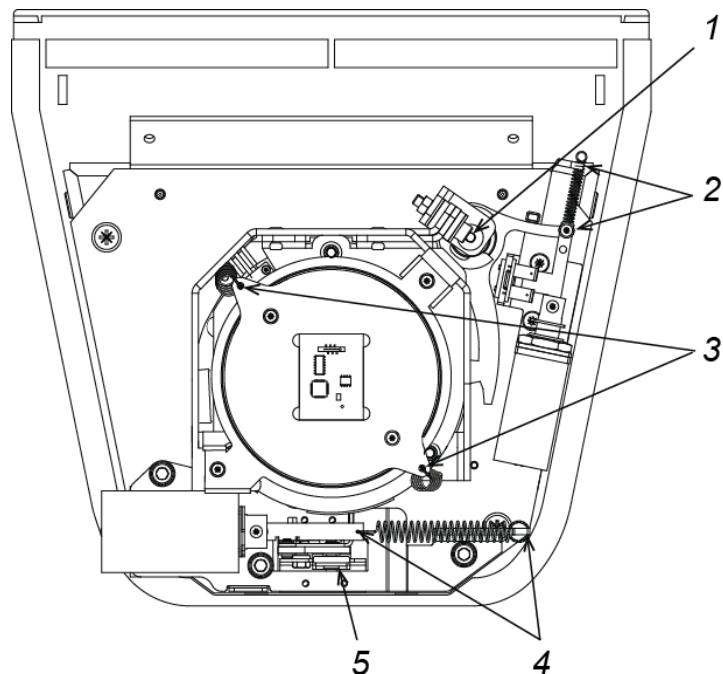

Рисунок 21. Техническое обслуживание механизма турникета
3. Проверьте надежность крепления преграждающих планок (3) к маховику и при необходимости подтяните установочные винты крепления преграждающих планок.
5. Снимите колпак турникета (1) с блоком индикации (2) согласно разд. 6.
- ось вращения рычага стопора (точка 1 на рис. 21) – смазкой **Chain and Rope Lube Spray – WEICON** или другой с аналогичными свойствами;
- места крепления пружин (точки 2, 3, 4 на рис. 21) – молибденовой смазкой;
- детали механизма аварийного открытия прохода (автоматического опускания преграждающей планки «Антитанки», точка 5 на рис. 21) – смазкой **Chain and Rope Lube Spray - WEICON** или другой с аналогичными свойствами.
8. Проверьте надежность крепления кабелей в клеммных колодках платы интерфейса (10) и платы управления (9). При необходимости подтяните отверткой винты крепления кабелей.
10. Вставьте нижнюю часть зацепов колпака турникета в пазы корпуса (6) и опустите на половину высоты. Подключите кабель индикации (8) к блоку индикации турникета и к разъему **X8 (INDICATION)** платы интерфейса и опустите колпак до упора. При опускании колпака проследите, чтобы кабель индикации (8) складывался вперед и не защемлялся элементами конструкции. Зафиксируйте колпак винтами в нижней части корпуса.
11. Установите маховик (4) с преграждающими планками (3) в следующем порядке:
- Зафиксируйте маховик тремя винтами (5), установив под головку каждого винта пружинную шайбу. на резьбу винтов перед вкручиванием для надежной фиксации нанесите клей-герметик.